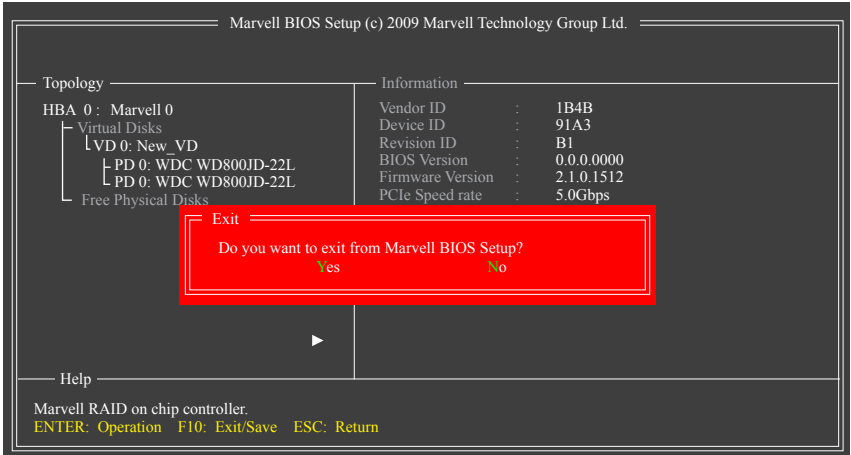

Figure 7
**7. Enregistrer les modifications et Quitter.** Lorsque vous avez fini la configuration du RAID et avant de quitter l'écran de configuration, n'oubliez pas d'appuyer sur <F10> dans l'écran principal. Appuyez sur <Y> pour confirmer ou sur <N> pour annuler (Figure 7).